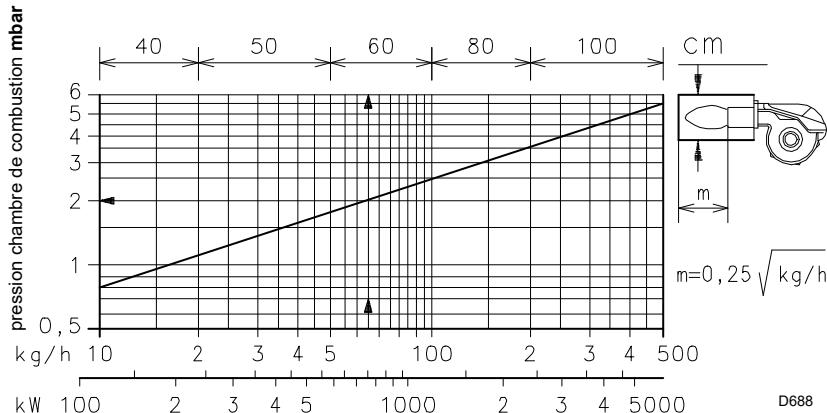

Fig. 4
4.4.1 Chaudière d'essai (Fig. 4)
Nous reportons (Fig. 4) le diamètre et la longueur de la chambre de combustion d'essai.